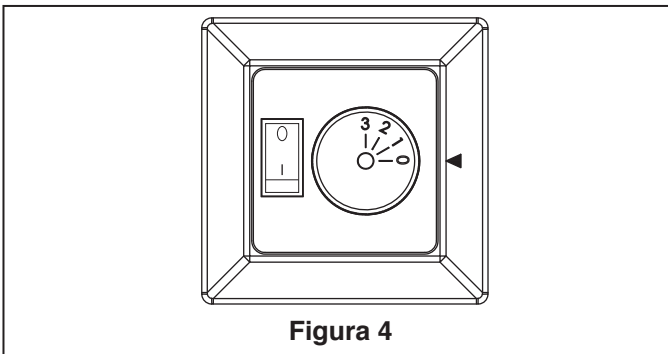

Figura 4
2. Levante cuidadosamente el ventilador y coloque el ensamble de la bola para colgar/varilla en la abrazadera para colgar que acaba de fijar a la caja de salida. Asegúrese de que la ranura de la bola esté alineada con la lengüeta de la abrazadera para colgar. (Figura 4)
3. Funcionamiento y uso del control de pared: (Figura 4)